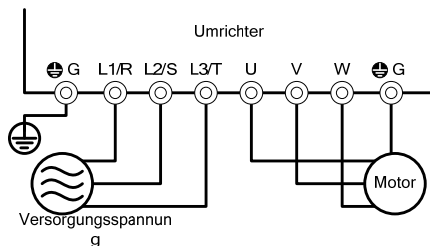

Abbildung 4.1 Anschluss der Hauptstromkreisklemmen
- (1) Überprüfen Sie, ob der Anschluss ordnungsgemäß vorgenommen worden ist.
Achten Sie besonders darauf, dass die Eingangsklemmen L1/R, L2/S und L3/T und die Ausgangsklemmen U, V, und W korrekt angeschlossen sind. Prüfen Sie, ob der Erdleiter richtig an die Erdungsklemme (G) angeschlossen ist. Siehe Abb. 4.1
- (2) Überprüfen Sie die Steuerklemmen und die Hauptstromkreisklemmen auf Kurz- und Erdschlüsse.
- (3) Überprüfen Sie das Gerät auf lose Klemmen, Verbindungsteile und Schrauben.
- (4) Vergewissern Sie sich, dass der Motor von anderen Komponenten der mechanischen Anlage abgekoppelt ist.
- (5) Schalten Sie vor dem Einschalten des Umrichters alle Schalter externer Geräte auf AUS. Beim Anlegen der Netzspannung mit einem dieser Schalter auf AN kann es eventuell zu einem plötzlichen Start des Motors kommen.
- (6) Überprüfen Sie, ob Schutzmaßnahmen gegen ein Hochlaufen des Systems getroffen worden sind, z.B. durch Absperrung der Anlage gegen unautorisierten Zugang.